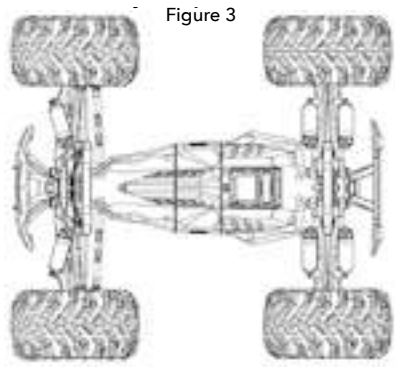

Figure 3
4. Remettre en place le couvercle de batterie sous le chassis et refermer le tout (Figure 3).